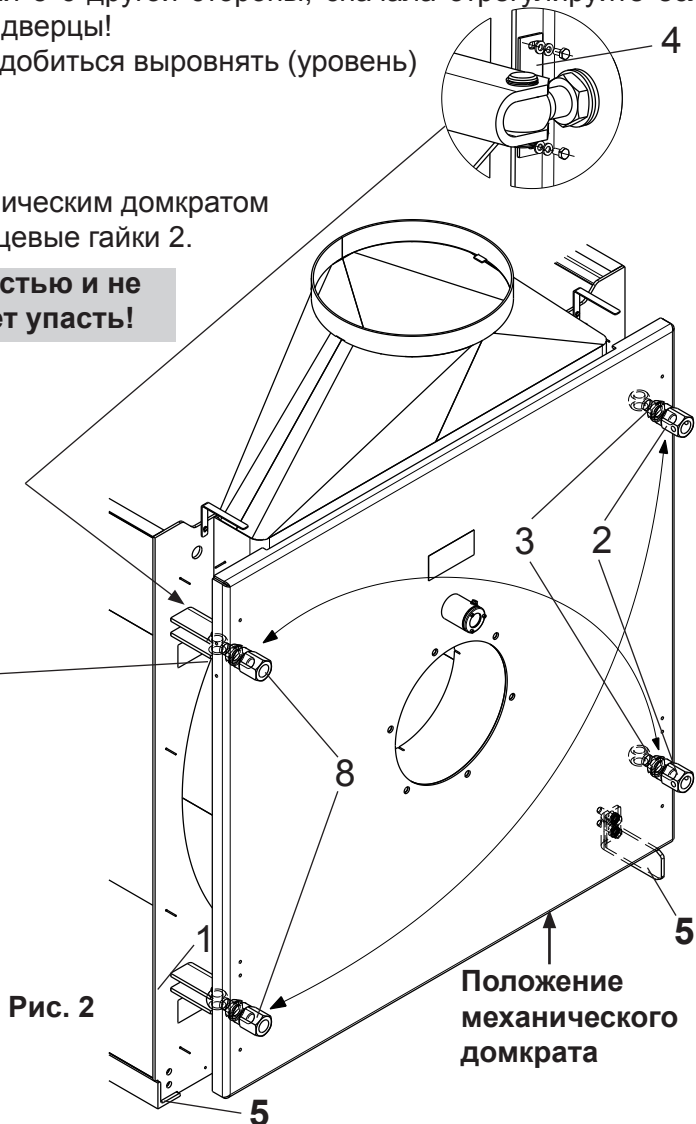

Рис. 2
3. После удаления фланцевых гаек откройте дверцу (2 рис. 2) и поверните обратно контргайки 3 примерно на 1-2 см. В результате, дверца котла беспрепятственно отжата уплотнительной прокладкой.